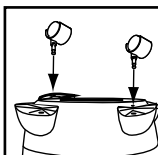

FIGURA 7
7. Inserte las ruedas en las bases colocando el vástago de las ruedas en los orificios provistos. Aplique presión y torsión hasta que las rueditas hayan encajado en su lugar. **FIGURA 7**. Regrese el depósito a su posición vertical.